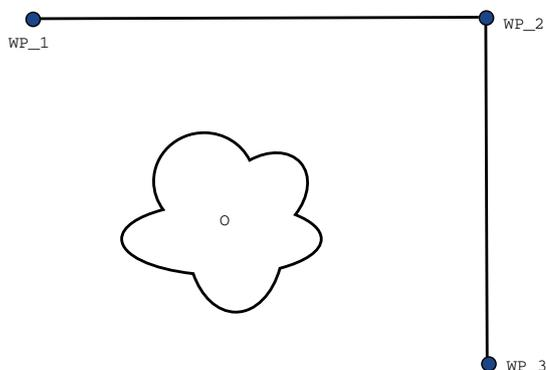

Figura 14.2: WP_1: posizione iniziale, WP_2: punto intermedio, WP_3: posizione di pick-up, O: ostacolo.
Esempio Prendere in considerazione come esempio un'applicazione di presa e posizionamento (vedi figura 14.2), in cui il robot si trova nel punto percorso 1 (WP_1) e deve prelevare un oggetto nel punto percorso 3 (WP_3). Per evitare collisioni con oggetti o altri ostacoli (O), il robot deve avvicinarsi a WP_3 nella direzione proveniente dal punto percorso 2 (WP_2). Pertanto, vengono introdotti tre punti percorso per creare un percorso in grado di soddisfare i requisiti.